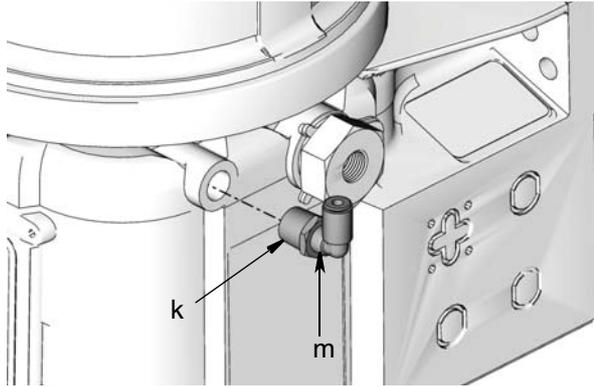

FIG. 8
**OBSERVATION :** Malgré que l'exemple indiqué sur FIG. 8 indique un raccord de coude de 90°, qui est uniquement indiqué en tant que référence. L'utilisateur peut utiliser un raccord quelconque qui s'adapte le plus à son installation.